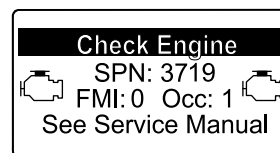

Figura 47
- Si es necesario realizar una regeneración de recuperación, el InfoCenter muestra la advertencia del motor SPN 3719, FMI 16 (Figura 47) y el ordenador del motor reduce la potencia del motor al 85 %.